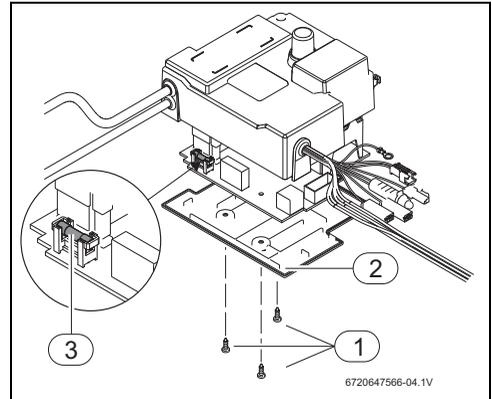

Fig. 14 Caja de comando
- ▶ Retirar los 3 tornillos de la caja de control (Fig. 14, [1]) y retirar la tapa (Fig. 14, [2]).
- ▶ Sustituir el fusible (Fig. 14, [3]), respetando las especificaciones.